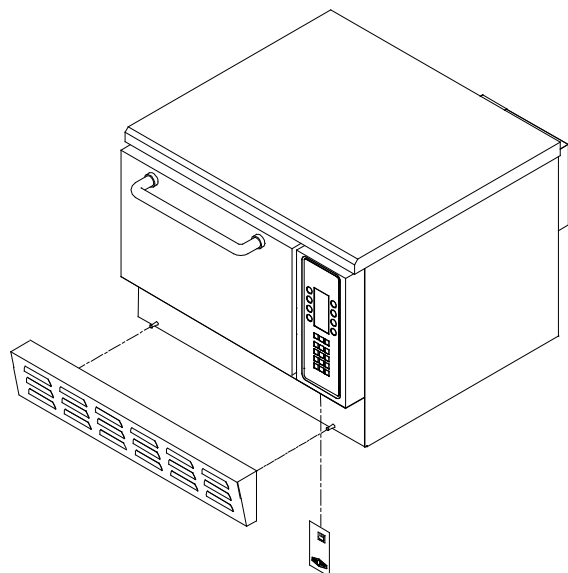

FIGURE 9 : Insertion de la carte à puce
3. Retirez le panneau d'accès inférieur (Figure 9).
4. Insérez la carte dans le four (Figure 9).